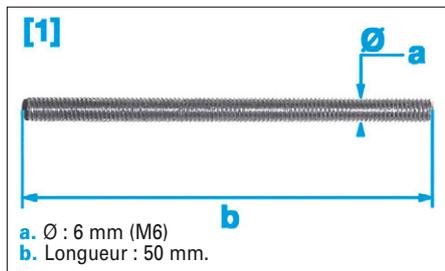

FIG. 11
- [1]. Pige de guidage (Fig.11).